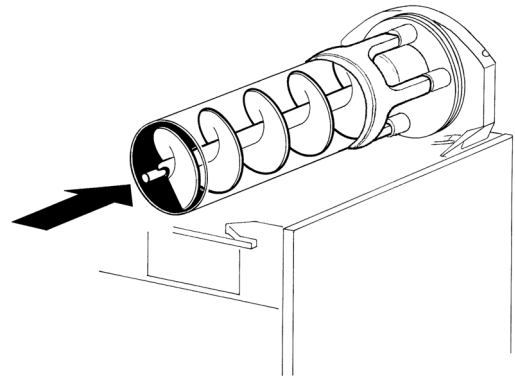

figura 12
**5** Enfilear el rascador interior en el evaporador, acompañándolo con cuidado, evitando tocar la pared posterior (ver figura 12).